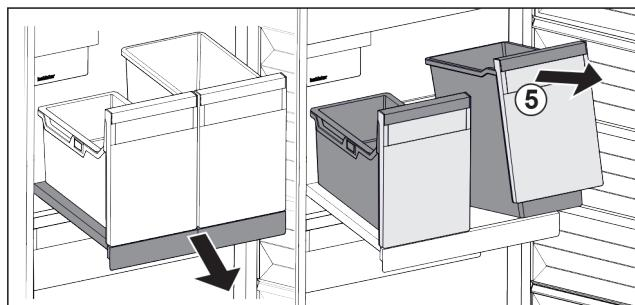

Fig. 89
- Nadvhnite nádobu Fig. 89 (5) vpred.